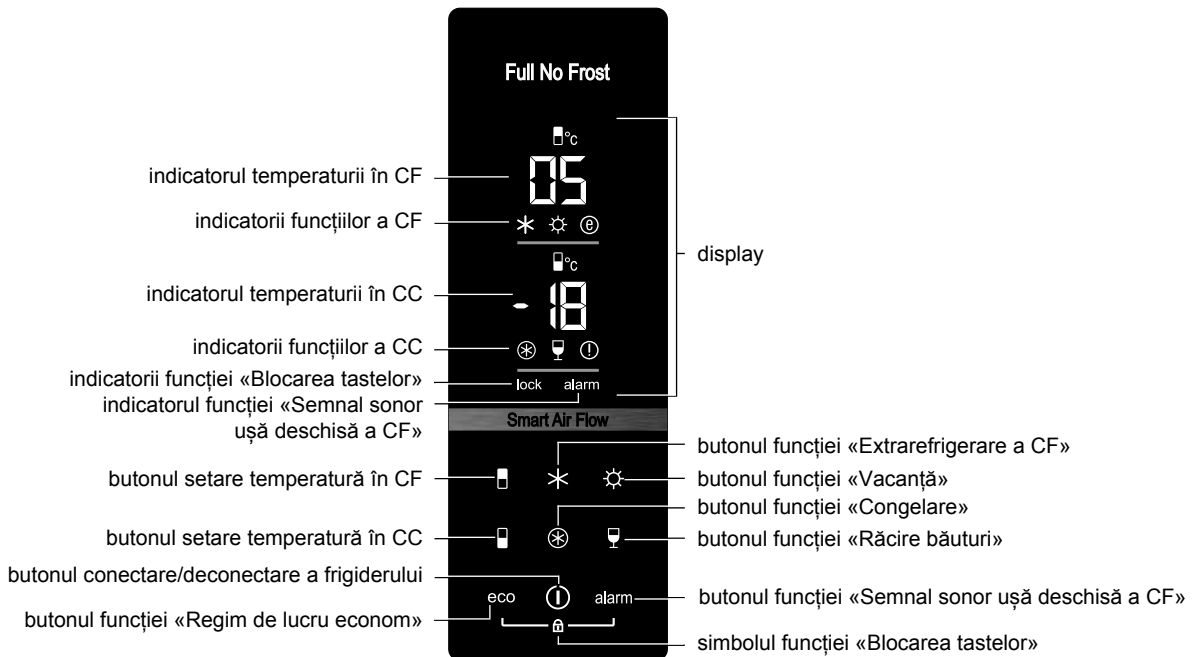

Figura 3 – Panoul de control
1.3 Pe ușa frigiderului se află panoul de control după cum este indicat în figura 3, care vă permite să setați temperatura în compartimente, să porniți/opriți frigiderul, să activați funcții, și care vă furnizează o indicare luminoasă pe display.
2.3 Display-ul arată indicatorii de funcționare a frigiderului (prezentate demonstrativ în figura 3). Indicatorii afișează temperatura selectată și indică activarea funcțiilor.
3.3.1 Fiecare funcție este pornită prin atingerea butonului corespunzător – indicatorul funcției se aprinde pe display după cum este prezentat în figura 3. Când butonul este atins din nou, indicatorul se stinge, funcția este oprită.
3.10.1 Pentru a porni funcția trebuie să atingeți simultan tastele «eco» și «alarm» și menținută atingerea timp de 3 secunde (în figura 3 este demonstrat simbolul ). Pe display se va aprinde indicatorul «lock» și toate tastele panoului de control vor fi blocate în afară de tastele «eco» și «alarm».